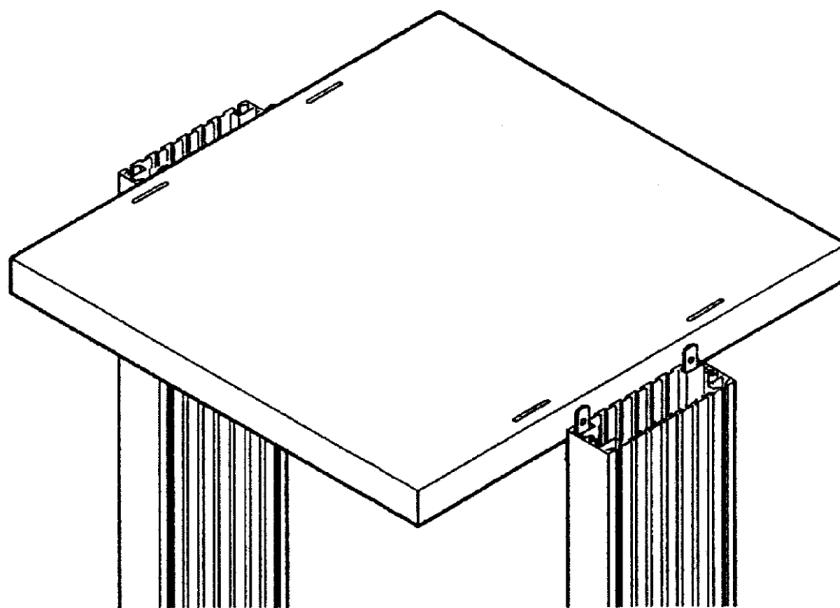

図 7: 棚板（ボトム）の調整
2. 図 7 に示すように、脚部アセンブリ間で、棚板を水平に位置決めします。ケーブルを通す穴が開いている方が台車の後ろ方向になります。